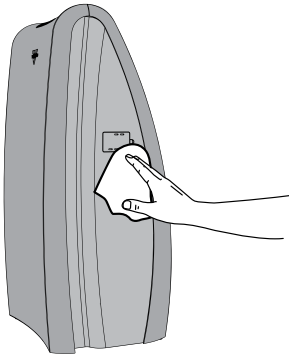

Fig. 1
2. Essuyer à l'aide d'un chiffon doux et humide. (Figure 1)